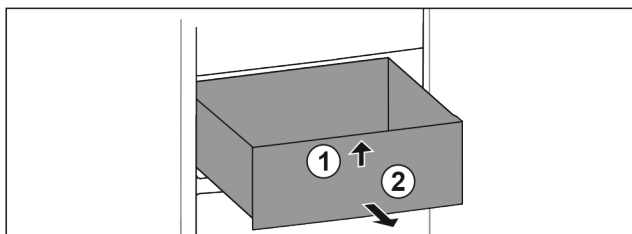

Fig. 188
- Predal spredaj dvignite. Fig. 188 (1)
- Predal vzemite ven v smeri naprej. Fig. 188 (2)